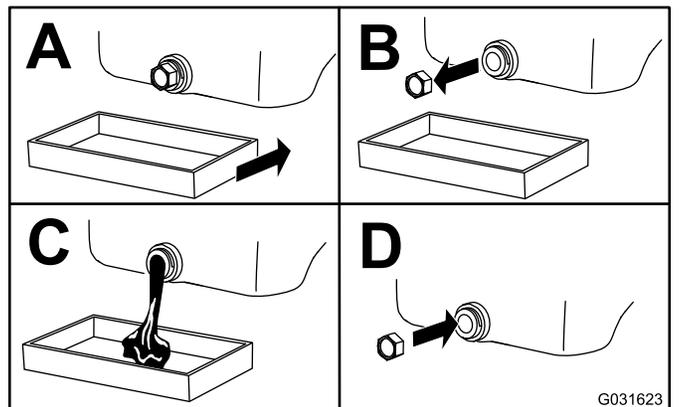

Рисунок 38
- Замените масло в двигателе, как показано на Рисунок 38.